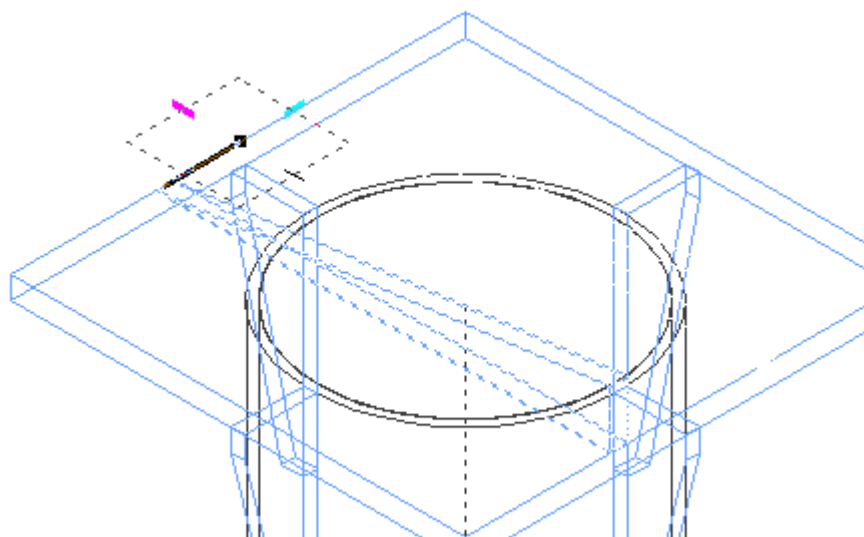

Рисунок 58
- Направить построение, как показано на Рисунок 58, зафиксировать направление (Нажать клавишу «**Enter**»).